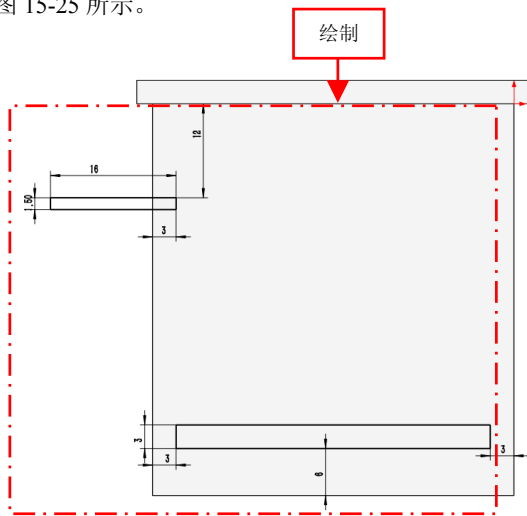

图 15-25 绘制矩形对象
(5) 进入草图绘制环境, 单击【边角矩形】按钮, 绘制相应的矩形对象, 如图 15-25 所示。